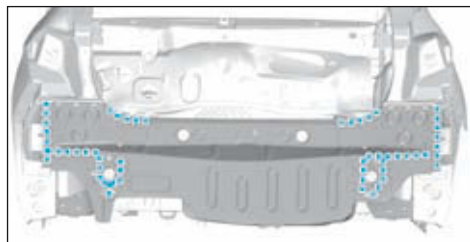

FIG.174
- points électriques (Fig174),